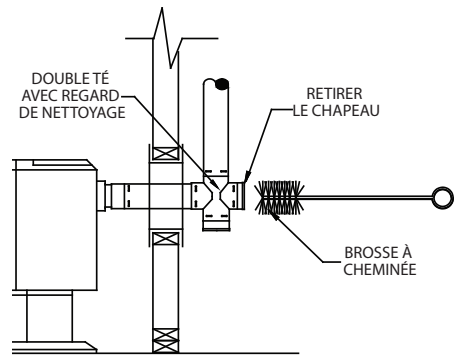

Figure 14
C. Raccorder un adaptateur et une section de tuyau et puis sceller le raccordement à l'arrière de la sortie des gaz de combustion. Poser un té simple ou double avec un adaptateur à regard de nettoyage et procéder à l'installation des sections de tuyau contre le mur. L'installation d'un té double avec un adaptateur à regard de nettoyage à l'extérieur du mur permet le brossage de la longueur horizontale du conduit à travers l'appareil (**Figure 14**).